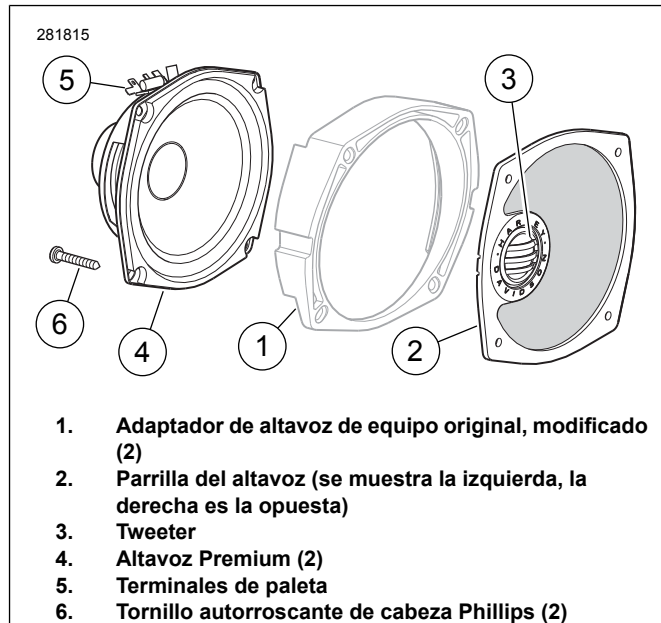

Figura 1. Componentes del kit de altavoces Boom! Audio delanteros para los Electra Glide y Trike
2. Vea Figura 1. Coloque la correcta parrilla **nueva** del altavoz (2) contra la superficie del adaptador (1), como se muestra, con el borde grueso del adaptador hacia **arriba** y el tweeter (3) en el lado exterior del vehículo. Pase los cables del tweeter hacia afuera entre la parrilla y el adaptador en el lado exterior. Coloque un altavoz **nuevo** (4) contra la superficie trasera del adaptador como se muestra, con los terminales de paleta (5) hacia **arriba**.
4. Alinee los agujeros de montaje del altavoz, del adaptador y de la parrilla. Use los dos tornillos TORX[®] más largos que se extrajeron anteriormente para sujetar los tres componentes al fuselaje interior a través de los dos agujeros superiores. Vea Figura 1. Use un tornillo de cabeza Phillips **nuevo** (6) del kit en el agujero exterior inferior, sujetando el brazo de soporte del fuselaje debajo de la cabeza del tornillo. No se usa el agujero inferior interior.